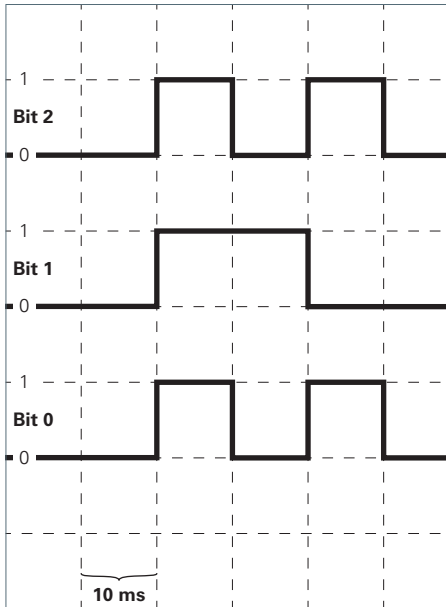

Fig. 6: Bitsequenz zum Aktivieren der Betriebsart „Kombi-Betrieb WEISS+RGB“.
- Senden Sie die Bitsequenz zum Aktivieren auf die Anschlussleitung mit den weißen Leuchten und der RGB-Leuchte, siehe Fig. 6.